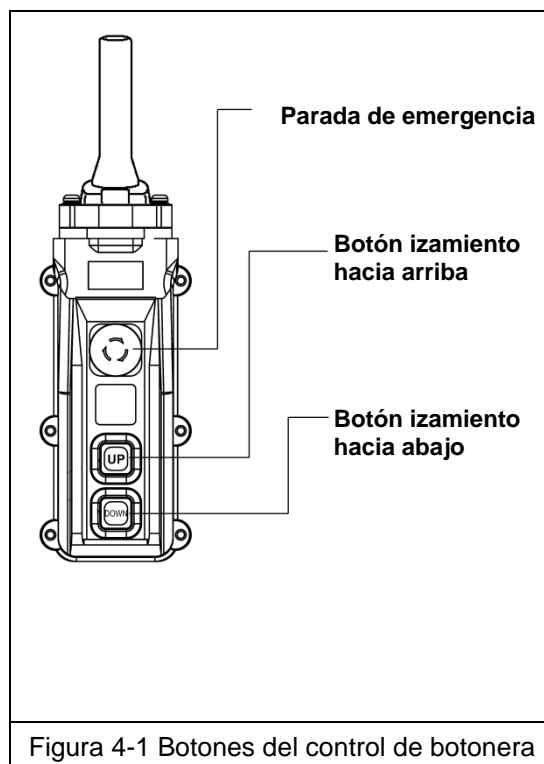

Figura 4-1 Botones del control de botonera
4.3.2 Cuando use el control de botonera, presione el botón izamiento hacia arriba para elevar la cadena o el gancho de carga del polipasto/tecle o el botón izamiento hacia abajo para bajar la cadena o el gancho de carga del polipasto/tecle como se muestra en la Figura 4-1. Para detener el movimiento, suelte los botones.